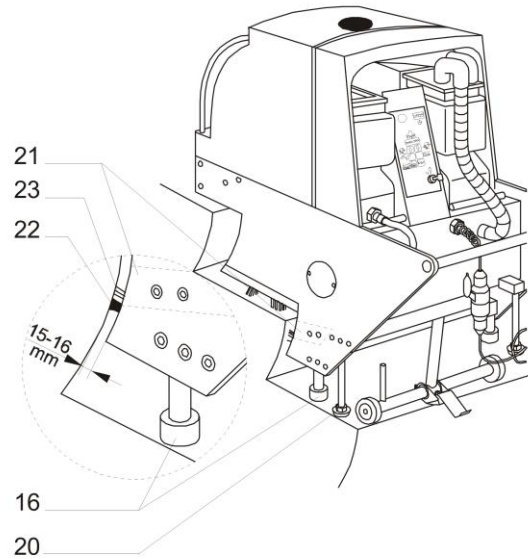

Bild 6: Dichtleiste einstellen
- Absaugwanne (21) auf Position prüfen. Siehe hierzu Bild 6: Dichtleiste einstellen; die Dichtleiste muss 15-16 mm über die Kante der Seitenwand vorstehen.